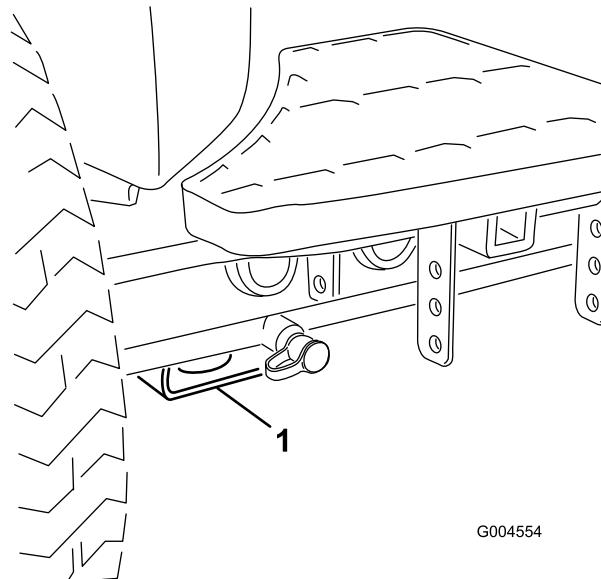

Figura 35
- Anteriore – Supporto rettangolare, sotto il tubo dell'assale, all'interno delle ruote anteriori (Figura 35).